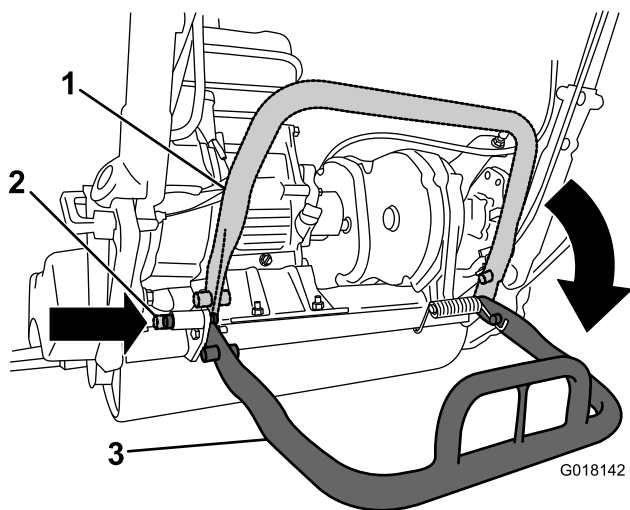

Figura 21
- Para evitar que la máquina vuelque hacia atrás mientras desmonta el molinete, baje el caballote y empuje hacia dentro el pasador de bloqueo para bloquearlo en la posición de mantenimiento (Figura 21).